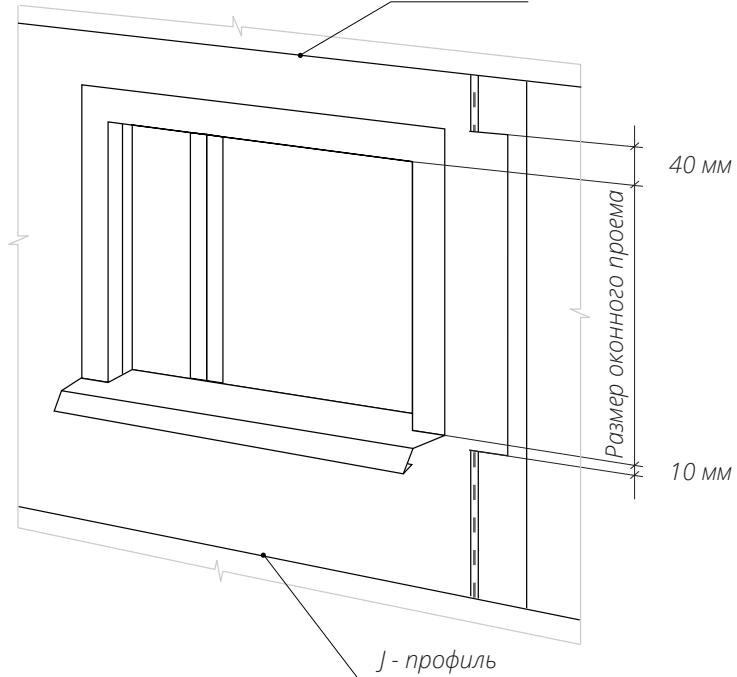

Рис. 26
- При разметке учитывайте размеры Околооконных планок (рис. 25) и J-профиля под окном, как показано на рис. 26.